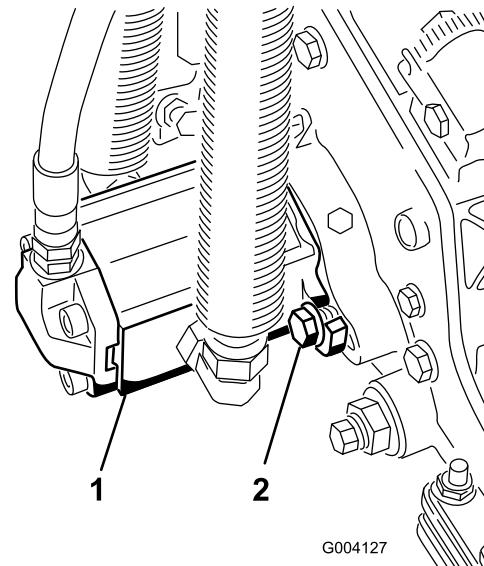

Figura 13
16. Instale el motor girándolo en el sentido de las agujas del reloj de modo que las bridales del motor no choquen con los pernos (Figura 13).